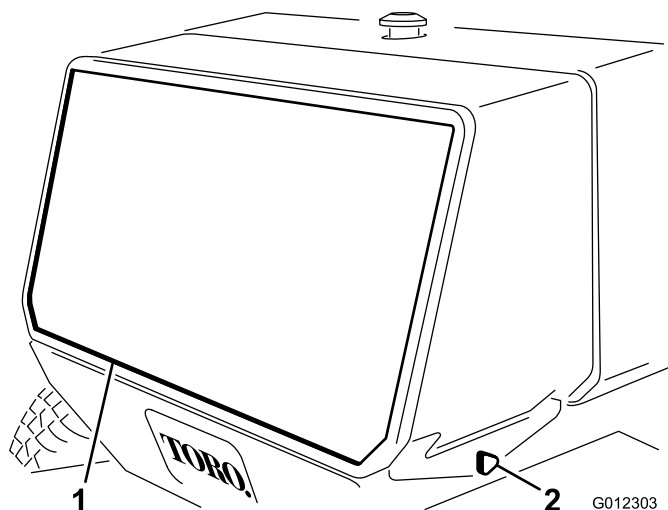

図 38
4. 後スクリーンをフレームに固定しているノブを外してスクリーンを外す（図 38）。